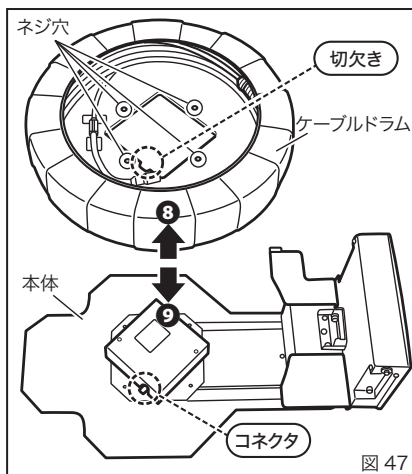

図 47
- ⑥接続コネクタを外します。
⑦ケーブルドラムを固定しているねじ（座金組込み十字穴付きなべ小ネジ M4x12）4 個を外します。
⑧仮止めテープを外し、ケーブルドラムを上方向にゆっくりと持ち上げ、本体から外します。
- ⑨ケーブルドラムを外した本体に、本品を仮置きします。仮置きする際には、中央部のコネクタとケーブルドラム側の切欠き部分の位置を合わせます。（図 47）